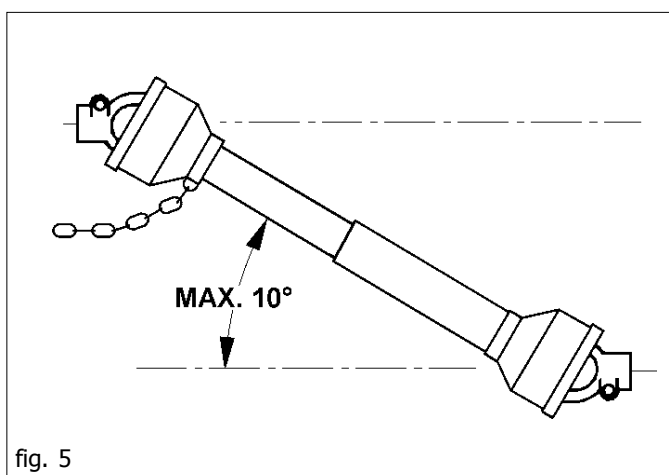

fig. 5
- 47) Disinserire, sempre, la presa di forza quando l'albero cardanico fa un angolo troppo aperto (mai oltre i 10 gradi - Fig. 5) e quando non viene usata.